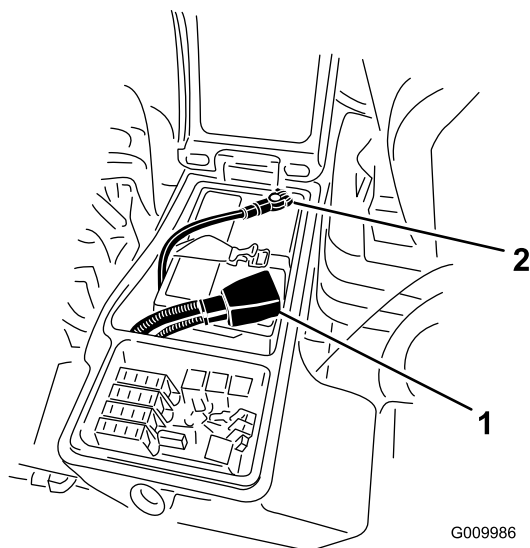

図 53
3. バッテリーのマイナス-端子からマイナスケーブル黒を外し、次に、プラス+端子からプラスケーブル赤を外す 図 53。
6. 赤いケーブルをバッテリーの端子に、黒いケーブルはバッテリーの端子に固定する 図 53